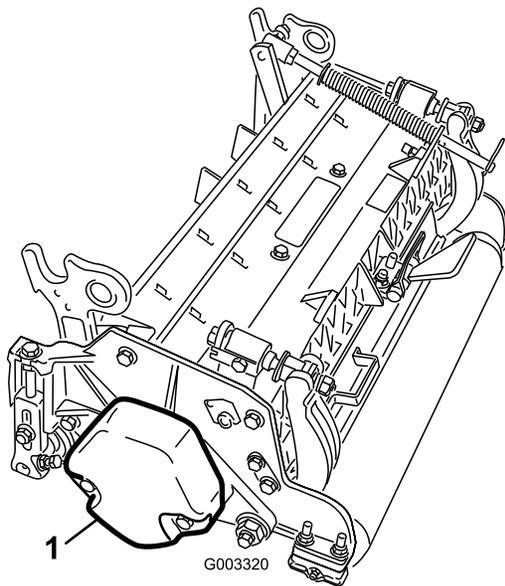

図 4
4. カウンタウェイト(図4)を、決められている側に取り付けるカッティングユニットのオペレーターズマニュアルを参照。